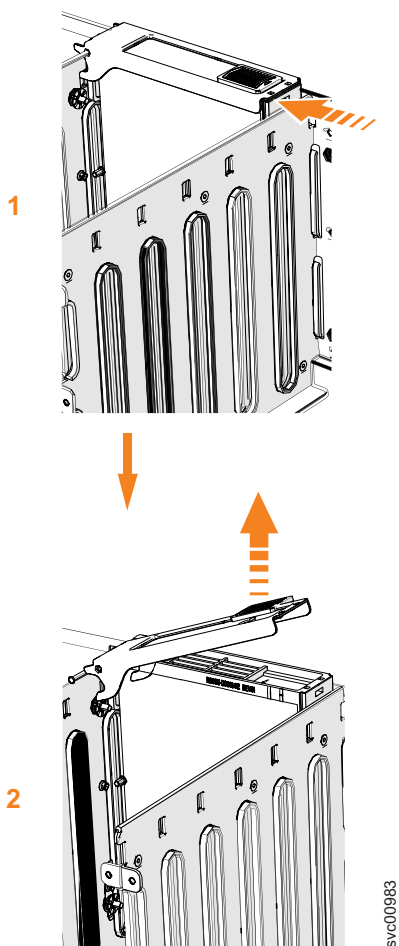

图 112. 卸下驱动器组合件
5. 向前滑动松开滑锁 (1), 如图 112 中所示。
6. 抬起手柄 (**2**), 以从隔板解锁驱动器支架, 如第 113 页的图 112 中所示。确保滑锁底部的引脚完全脱离。